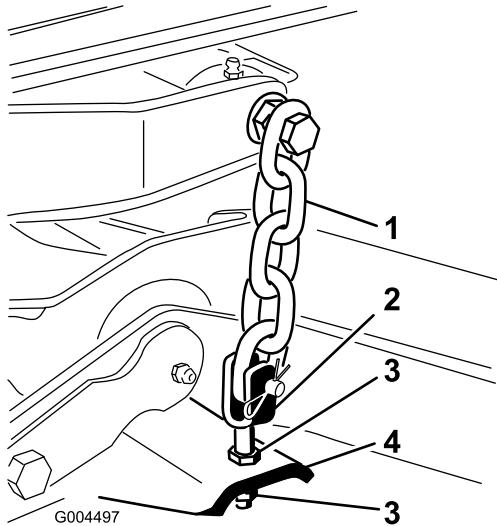

Bild 5
8. Stellen Sie die Klemmmuttern ein, mit denen die Mähwerksgabeln bzw. -ketten am Mähwerk befestigt sind, bis das Mähwerk nivelliert ist (Bild 5).
7. Stellen Sie die Klemmmuttern ein, mit denen die hinteren Joche bzw. Ketten (Bild 5) befestigt sind, um das Mähwerk hinten anzuheben, sodass die Messerneigung auf 8 mm bis 11 mm (5/16" bis 7/16") eingestellt ist.